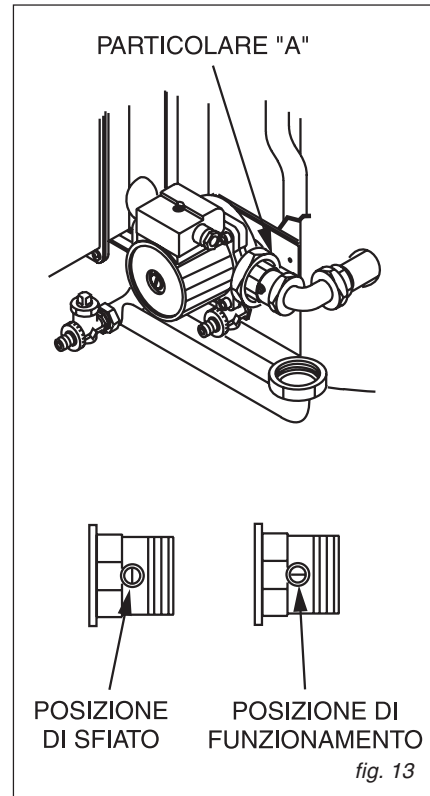

fig. 13
- aprire le valvole di sfiato aria dei radiatori e portare il comando della valvola di ritegno pompa bollitore in posizione verticale (vedi fig. 13 part. A, posizione di sfiato).
N.B.: Dopo aver completato l'operazione di riempimento dell'impianto far funzionare il circolatore dell'impianto e del bollitore in modo intermittente per favorire lo scarico dell'aria dell'impianto. A fine operazione riportare in posizione orizzontale il comando della valvola di ritegno pompa bollitore (vedi fig. 13 part. A, posizione di funzionamento).